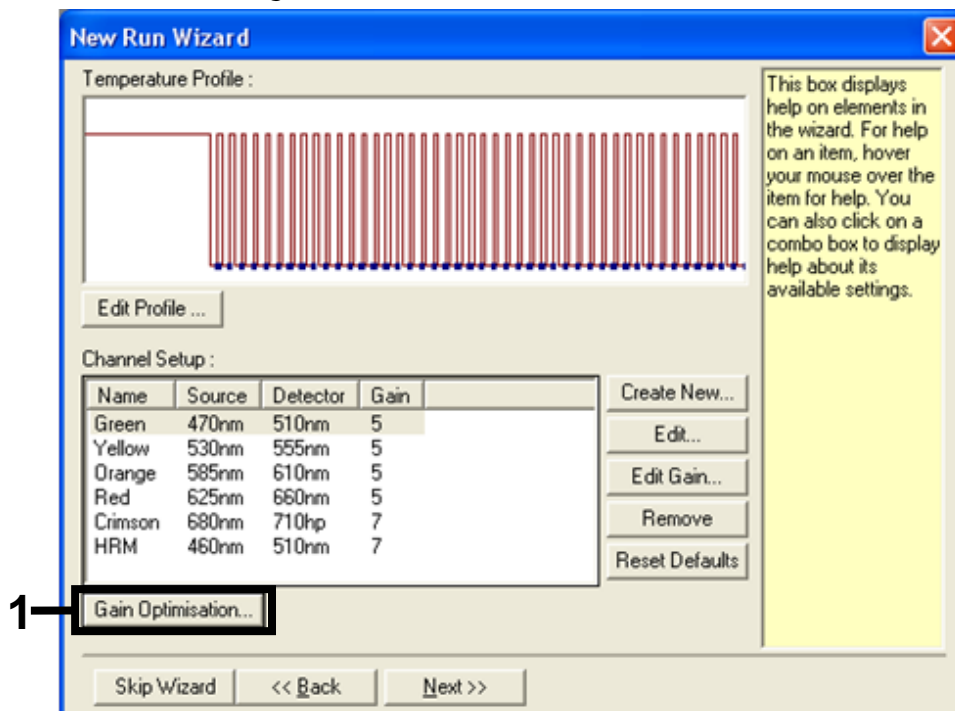

Bild 30. Optimering av förstärkning (1).
12. I nästa dialogruta klickar du på knappen "Gain Optimisation" [Optimering av förstärkning] (bild 30).